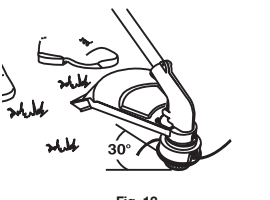

Fig. 12
4. Levez-vous en position de départ et n'appuyez pas sur la manette des gaz (Fig. 12). Tirez sèchement sur le cordon de démarrage jusqu'à 5 à 10 fois.
1. Tenez la bobine extérieure d'une main et dévissez le bouton de butée vers la gauche (Fig. 12). Inspectez le boulon à l'intérieur du bouton de butée pour vous assurer qu'il se déplace librement. Remplacez le bouton de butée s'il est endommagé.